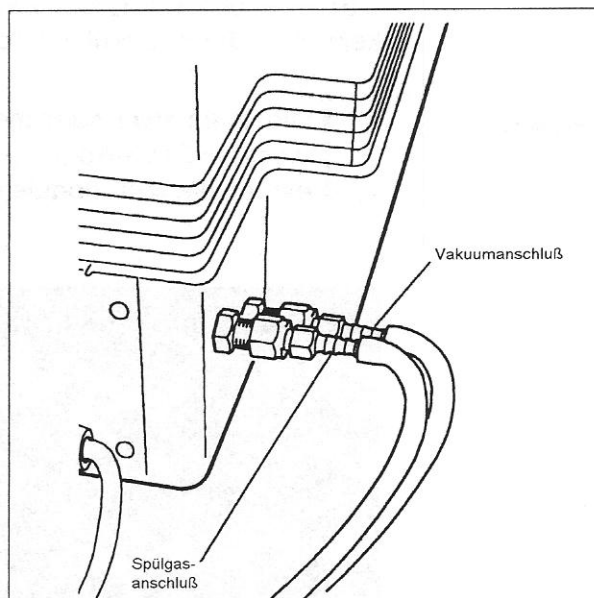

Abbildung 1.6 — Der Spülgasanschluß und der Vakuumschluß
1. Finden Sie den Spülgasanschluß (Beschriftung: "PURGE") hinten rechts am Modulgehäuse (s. Abbildung 1.6).
1. Finden Sie den Vakuumananschluß (Beschriftung: "VACUUM") hinten rechts am Modulgehäuse (s. Abbildung 1.6).